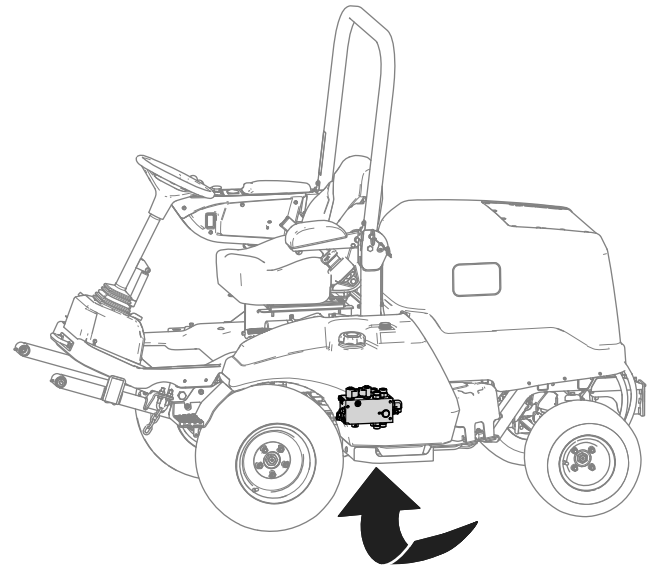

Figura 23
3. Localizați colectorul de ridicare de sub maină (Figura 23).